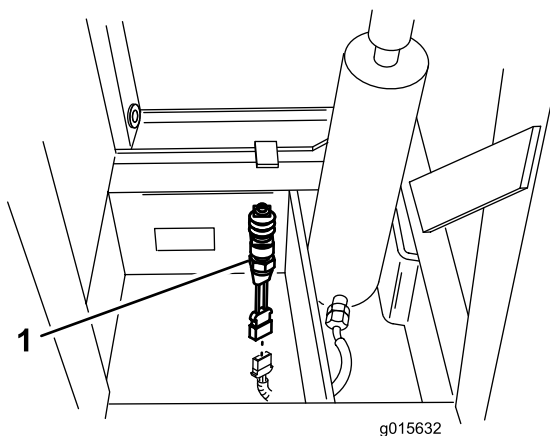

図 19
3. ハーネスを、フレームチューブに取り付けたホッパースイッチまで導き図 19ハーネスをスイッチに接続する。